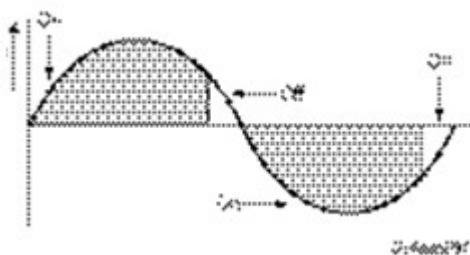
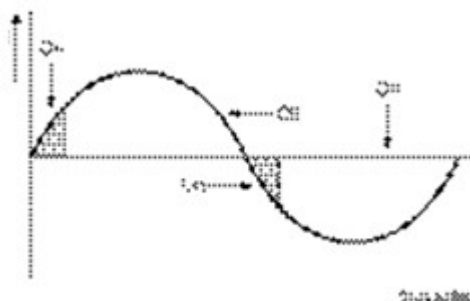

图 3. 后沿型-调光器最大位置
图 4. 后沿型-调光器最小位置
- 后沿切相调光器，就是开关在半周期开始时导通，经过与调光位置相对应的一段时间后断开，并将断开状态保持至半周期结束。经过零点后，重复相同操作。见图 3 和图 4。